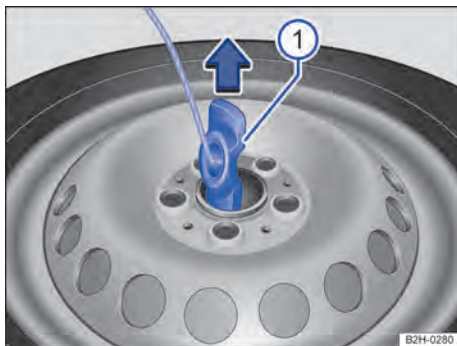

Fig. 206 Roda sobressalente ou roda de emergência: soltar o suporte dos aros.
1. Desenroscar o parafuso de segurança do suporte do aro → Fig. 206 ①.
2. Colocar em posição vertical o suporte do aro → Fig. 206 ①.